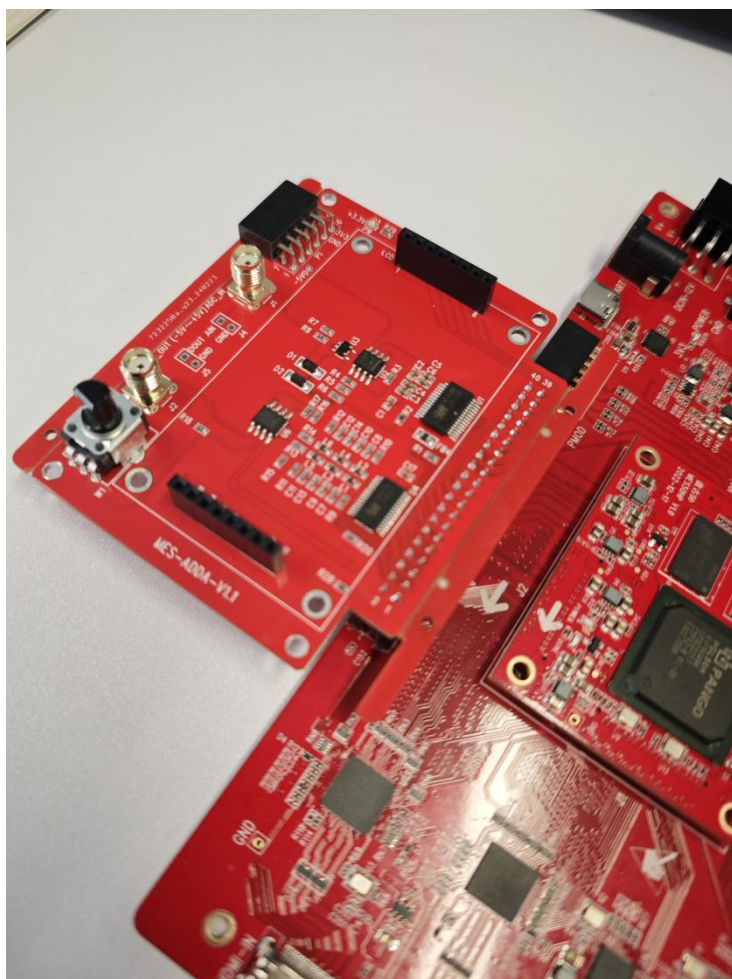

图 14 步骤一
- 1、将 MES-ADDA 模块插入到 FPGA 开发板上（40pin 扩展脚位置），如图 14。